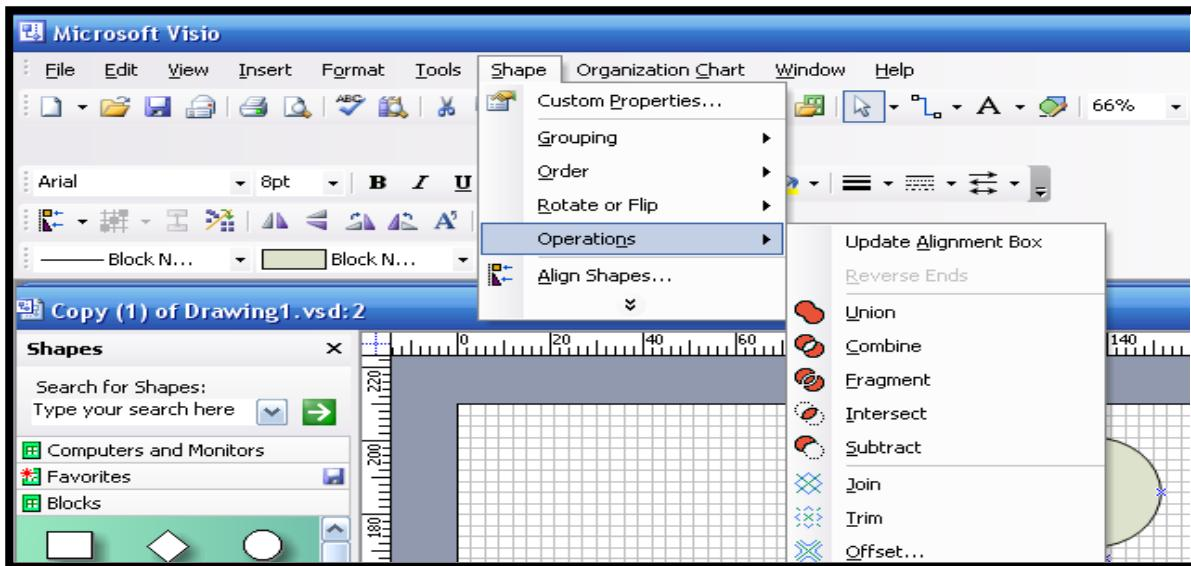

Рис. 67. Команды Shape
2. Операции с фигурами. Использовать фигуры из группы **Blocks**. Для создания из них новых фигур применять команды **Shape – Operations** (рис. 67):